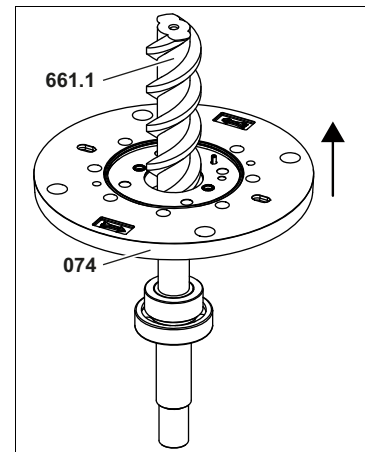

Fig. 22
5. Retirer le couvercle à bride **074** de la vis principale **661.1**, voir Fig. 22, page 37.